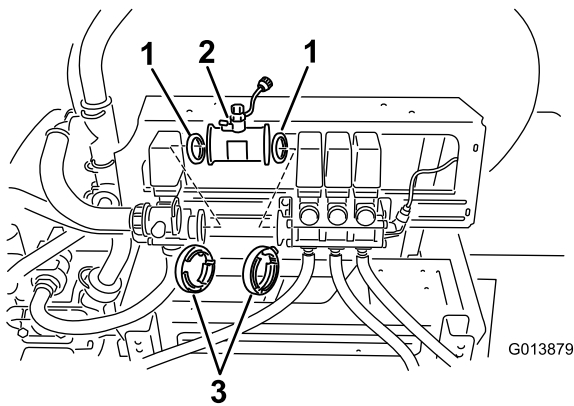

图6
6. 根据指向 3 个喷洒臂阀（图6）的流量箭头，将管线式流量计直通阀安装在搅拌阀和喷洒臂阀总成之间。
- A. 将现有垫片安装至与搅拌阀相配的流量计一侧 (图6)。